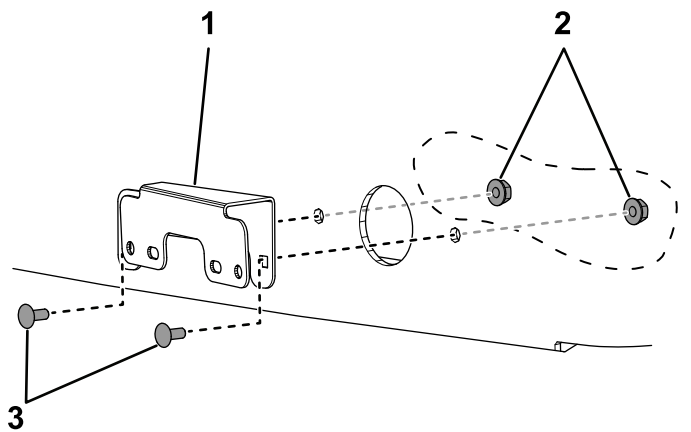

Figura 23
3. Montate le 2 staffe delle luci di direzioni sul cofano utilizzando 4 bulloni a testa tonda (#10 x 1/2") e 4 dadi di bloccaggio (#10) (Figura 23).